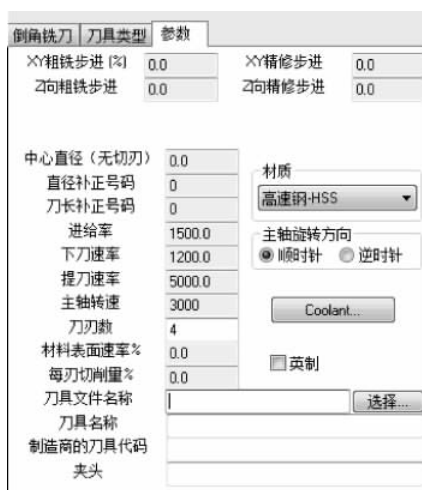

图 5-120 设置刀具参数
(4) 打开“参数”选项卡,设置刀具参数,如图 5-120 所示。